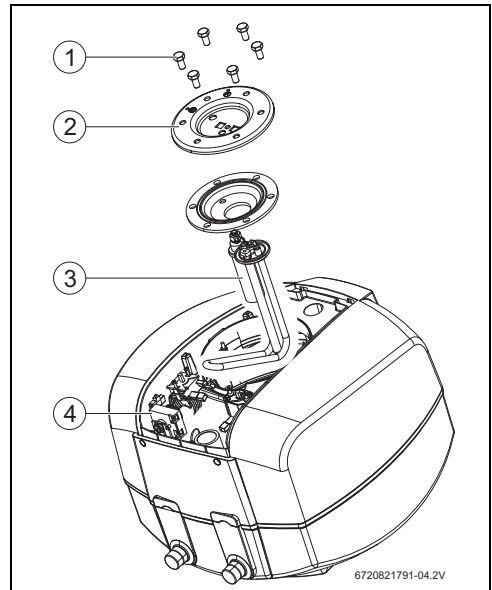

Fig. 13 Acceso a la zona interior e identificación de las partes
- ▶ Pulsar el botón en el dispositivo de seguridad (Fig. 13, [4]).